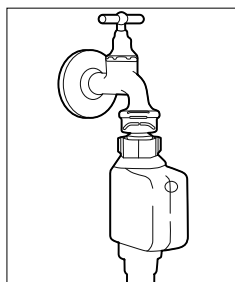

Fig. 5
- ▶ Raccordez le tuyau d'arrivée d'eau au raccord pour l'arrivée d'eau (13). Vissez à fond le raccord de tuyau à la main.
- ▶ Raccordez l'extrémité du tuyau dotée d'un raccord Aquastop à un robinet d'eau froide avec un filetage de 3/4" (voir **fig. 5**). Vous pouvez également raccorder le tuyau d'arrivée d'eau à un robinet d'eau chaude, si la température de l'eau ne dépasse pas 60 °C.